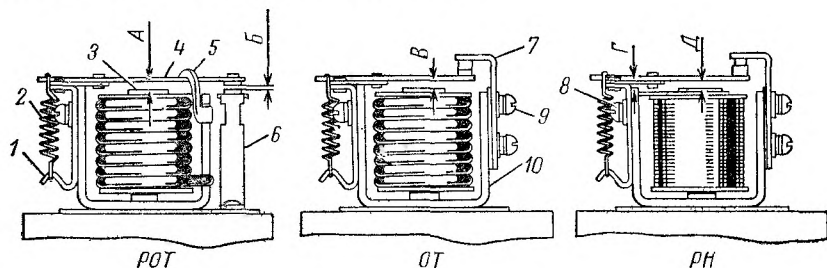

Рис. 136. Величина зазоров в приборах реле-регулятора:
**Регулировка зазоров реле-регулятора.** У реле обратного тока (РОТ) зазор *A* (рис. 136) между якорем 4 и диамагнитной шайбой сердечника 3 должен быть 0,6—0,8 мм при разомкнутых контактах и в момент замыкания контактов 0,2—0,3 мм. Зазор *B* между контактами должен быть не менее 0,25 мм.